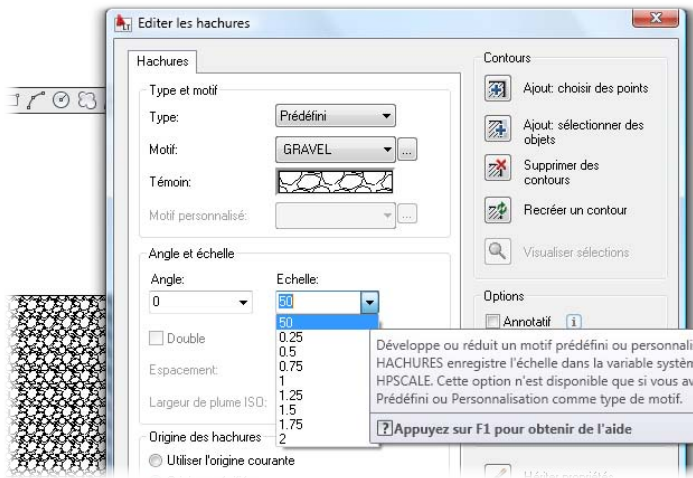

Figure 5.30
5. La hachure obtenue est visiblement trop dense, nous allons donc changer son facteur d'échelle. Ouvrez le menu déroulant du facteur d'échelle (voir Figure 5.30).